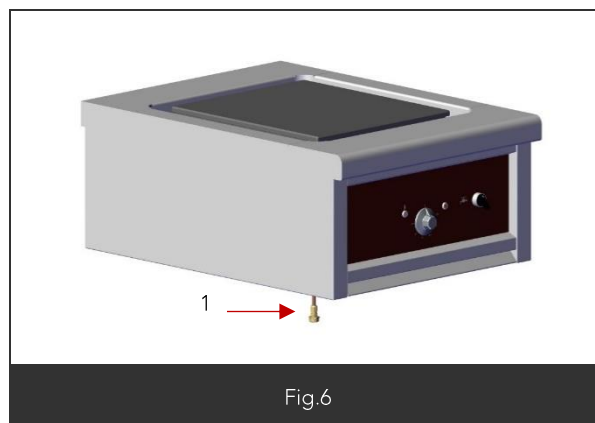

Fig.6
- Raccordement sur l'embout laiton mâle 15x21 (Fig6 Rep1)